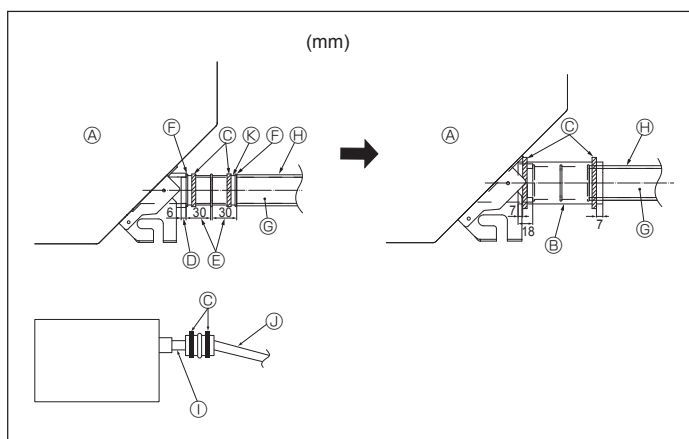

Fig. 5-2
1. Collegare il manico di drenaggio (fornito con l'unità) all'apertura di drenaggio. (Fig. 5-2)